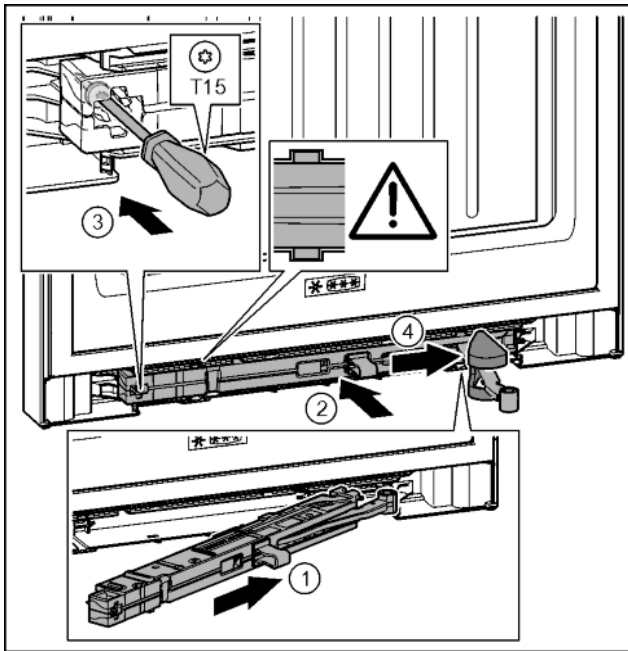

Fig. 39
- ▶ Під нахилом просуньте демпферний вузол з боку опорного кронштейна в отвір до упору. Fig. 39 (1)
- ▶ Повністю вставте демпферний вузол в отвір. Fig. 39 (2)
- ▶ Закрутіть гвинт за допомогою викрутки T15. Fig. 39 (3)
- ▶ Просуньте кришку через шарнір. Fig. 39 (4)